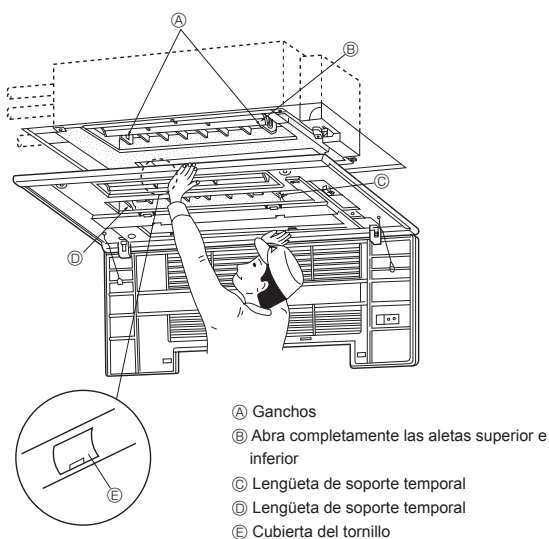
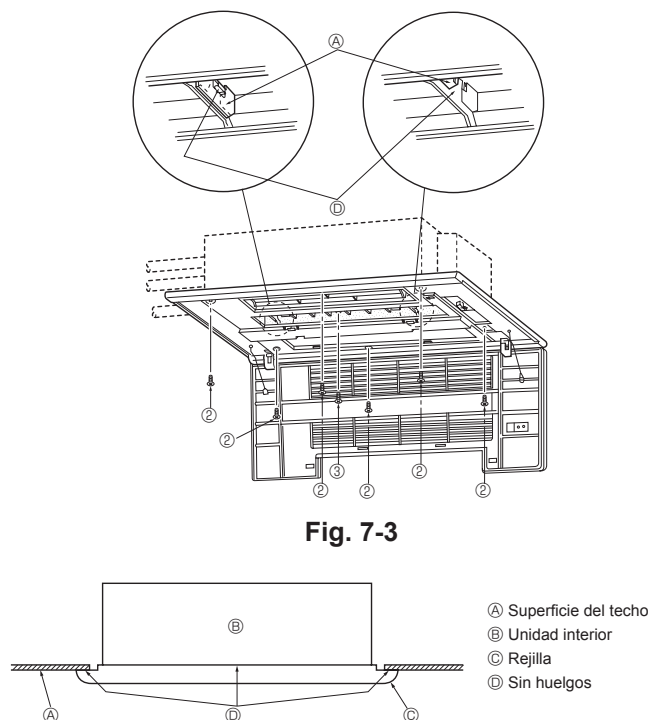

Fig. 7-3
Fig. 7-4
- Enganche las lengüetas de soporte temporal en el panel frontal a los ganchos de la unidad interior (véase la Fig. 7-3).
- Ajuste el panel frontal de modo que encaje adecuadamente en el ángulo entre el techo y la pared e instale los pernos de fijación ② (suministrados con esta rejilla) en sus cuatro ubicaciones respectivas a izquierda y derecha, dejándolos ligeramente flojos.
- A continuación, apriete los pernos de seguridad ② y los tornillos de seguridad ③ en las tres ubicaciones centrales.
- Finalmente, apriete los pernos de seguridad ② en las cuatro ubicaciones a derecha e izquierda.
- Llegados a este punto, asegúrese de que no existan huecos entre la unidad interior y el panel frontal y entre el panel frontal y la superficie del techo. Si existieran huecos, podría penetrar el viento y provocar pérdidas de agua (véase la Fig. 7-4).
- * Apriete completamente los pernos de seguridad ② y los tornillos de seguridad ③.
7.4. Comprobaciones a realizar después de la instalación (Fig.7-4)